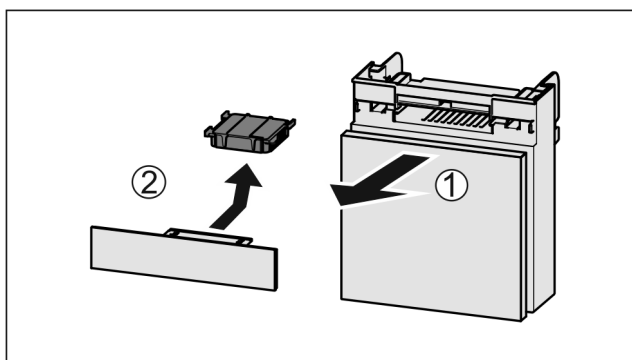

Fig. 98
- Fach nach vorne herausziehen Fig. 98 (1).
- Aktivkohlefilter entnehmen Fig. 98 (2).